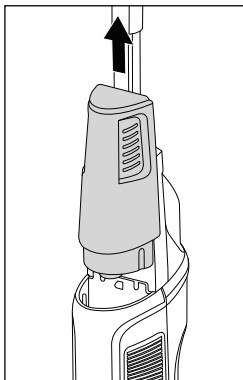

Fig. 6
- ▶  Utilize apenas água canalizada fria ou quente (até, no máx., 60 °C) ou água destilada para encher o reservatório de água limpa ❶. Não utilize água a ferver.
- ▶ Nunca utilize o aparelho sem água no reservatório de água limpa ❶.
- ◆ Agarre o reservatório de água limpa ❶ pelos sulcos laterais e puxe-o para cima, para o retirar do aparelho (ver fig. 6).